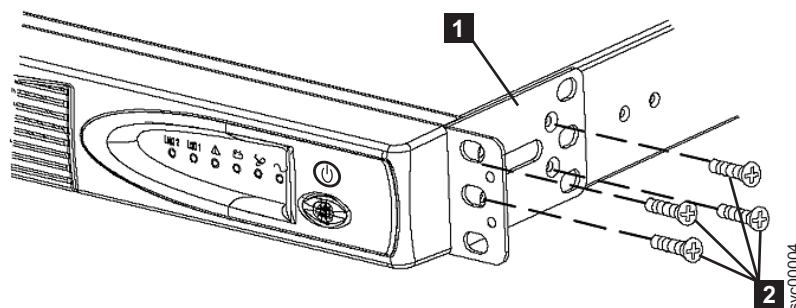

图 8. 将 2145 UPS-1U 的支撑导轨安装到机架中
3. 针对每个支架，使用四颗 M3 × 6 螺钉 **2** 将安装支架 **1** 较长的一侧连接到 2145 UPS-1U 的每侧，如图 8 所示。